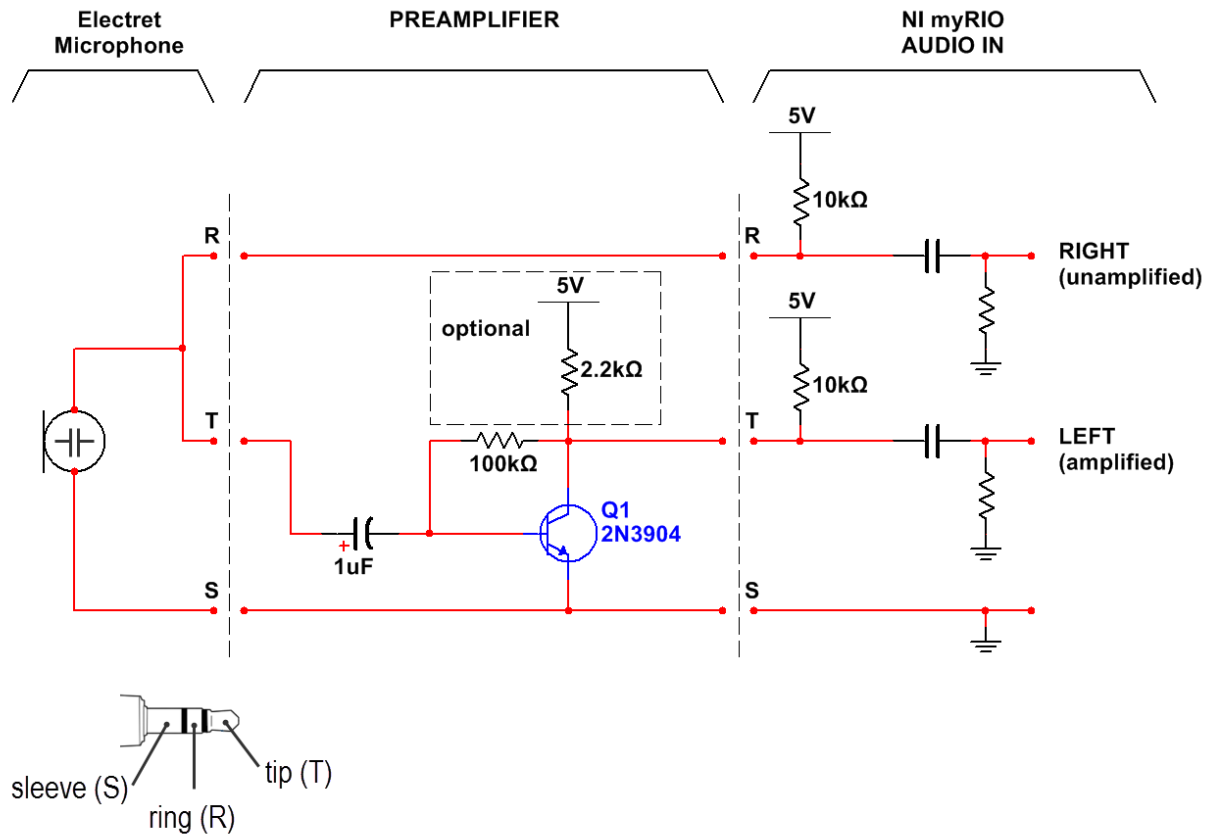

图 10.3: 连接驻极体麦克风与 AUDIO IN 的前置放大器电路。NI myRIO AUDIO IN 插孔同时为驻极体麦克风和前置放大器电路供电。连接到 NI myRIO 5V 电源的可选 2.2 kΩ 电阻可以让信号余量加倍 (达到 ±2V)。
接口电路：Chenyun CY-502 驻极体麦克风能够生成单声道音频信号，信号电压为几分之一伏（最高可超过一伏），具体取决于与声源的邻近程度和声源强度。观看视频“*驻极体麦克风原理和前置放大器电路*”（youtu.be/izJni0PM0bl，8:48），了解驻极体麦克风工作原理、为驻极体麦克风供电的 AUDIO IN 插孔 NI myRIO 对等电路，以及 AC 信号耦合；该视频还介绍了由三个组件组成的简单视频前置放大器电路（见下页图 10.3）该电路通过应用超过 100× 的增益系数极大提高了麦克风的灵敏度。
3. 如果您发现驻极体麦克风为应用提供的灵敏度不够，可以尝试按下页图 10.3 所示建立由三个组件组成的简单音频前置放大器电路。建立此电路时，您可以使用小型“穿孔板”（孔中心距为 0.1 英寸的穿孔塑料板），其一侧为 CY-502 提供插孔，另一侧提供插头；将 NI myRIO 附带的音频线缆输出侧插孔连接。连接到 NI myRIO 5V 电源的可选 2.2 kΩ 电阻可以让信号余量加倍（达到 ±2V），并将提供给 AUDIO IN 模拟数字转换器的信号提升到最高强度。